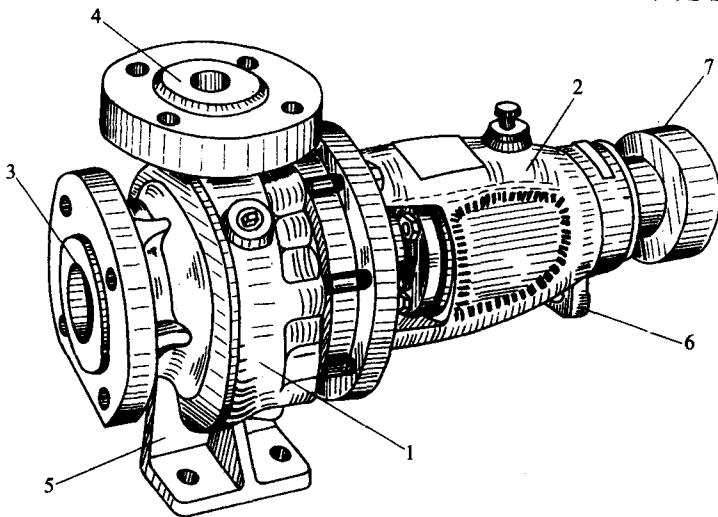

图 1-3 IS 型离心泵外形
(1) 单级单吸式离心泵的特点(图 1-3) 这是一种最常用的水泵, 其结构简单, 操作方便, 维护检修容易, 应用广泛。它主要有 IB 型、IS 型、B 型和 BA 型等系列, 其中 IB 型、IS 型泵是按照